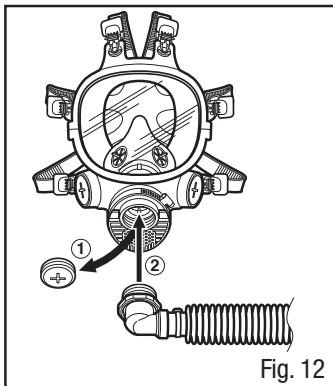

Fig. 12
- Retire el Tapón de la cara completa 7890 y atornille el Adaptador de tubo de respiración 3M™ W-3264 en la abertura central (Fig. 12).